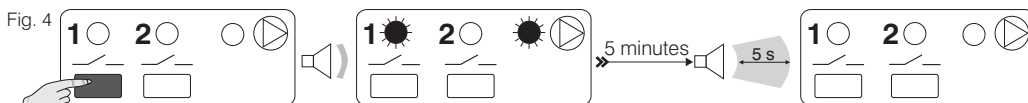

Fig. 5
- Maintenir la pression sur la **touche** désirée ex. **1** jusqu'à entendre une légère tonalité, et relâcher: la commande est activée et la **LED** correspondante est allumée fixe (fig.4). La commande de la pompe (ou chaudière) est elle aussi activée. La commande restera activée pendant 5 minutes au bout desquels une indication sonore continue de **5 secondes** avertira l'opérateur de la désactivation imminente (fig.5). Pour tenir la commande active, appuyer de nouveau, dans les délais du signal sonore, sur la **touche 1**; dans le cas contraire, la commande est désactivée à la fin du signal sonore.